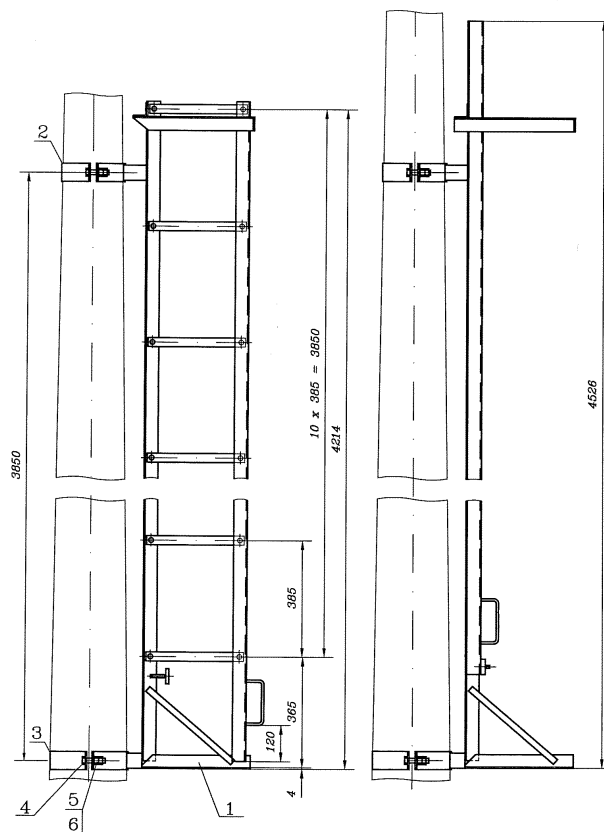

Рис.1. Лестница складная для металлических мачт (а) и для железобетонных мачт (б)
Лестница складная для металлических мачт в комплекте (рис. 1а)
Лестница складная для железобетонных мачт в комплекте (рис. 1б)
4.3. Подготовленную к замене лестницу для металлических мачт представленную на рис.1(а) или лестницу для железобетонных мачт представленную на рис.1(б) с элементами крепления доставить к месту работ и расположить на обочине железнодорожного пути рядом со светофорной мачтой с соблюдением габарита приближения строений.